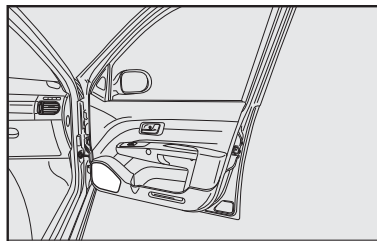

fig. 129
- alto-falantes na porta dianteira **fig. 129**.